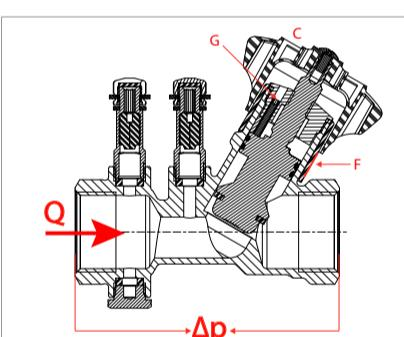

Fig. 2
Le valvole R206B sono dotate di un meccanismo di memoria meccanica dell'apertura (preregolazione). Questo meccanismo opera limitando la corsa della manopola (rif.C - fig.2) tramite una vite di bloccaggio (rif.G - fig.2). La preregolazione si effettua nel seguente modo:
- Effettuare la regolazione della valvola R206B tramite la manopola (rif.C - fig.2), sulla scala di regolazione (rif.F - fig.1);
- Avvitare in senso orario fino a battuta la vite di bloccaggio della preregolazione (rif.G - fig.2) utilizzando una chiave a brugola da 1,5 mm per le versioni da 1/2", 3/4", 1", 1 1/4" o da 2 mm per le versioni da 1 1/2", 2".
R206B valves are equipped with a mechanism of mechanical memory of the opening (pre-regulation). This mechanism works by limiting the handle stroke (ref. C - fig.2) through a locking screw (ref. G - fig.2).
- Make the regulation of the R206B valve by means of the handle (ref.C - fig.2), on the regulation scale (ref. F - fig. 1);
- Screw clockwise until it stops the locking screw of the pre-regulation (ref.G - fig.2) by using an Allen key of 1,5 mm for versions 1/2", 3/4", 1", 1 1/4" or 2 mm for versions 1 1/2", 2".